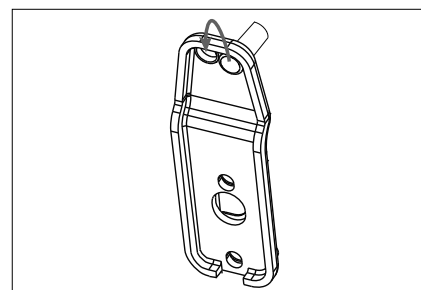

Fig. 3
- ▶ Fjern hængselstappen i det nederste hængsel med en kærveskrue-trækker og anbring hængselstappen i boringen (fig. 3).